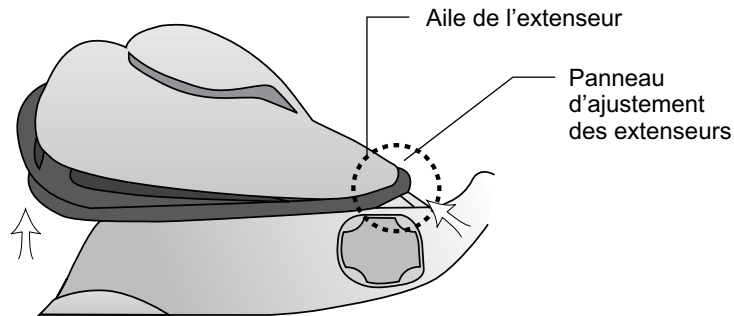

Figure 6-14 : Placement du panneau d'ajustement des extenseurs
2. Avec l'aile de l'orthèse en position ouverte, alignez l'extrémité étroite du panneau d'ajustement des extenseurs avec l'extrémité étroite de l'aile des extenseurs. Reportez-vous à la Figure 6-14. Assurez-vous que la lèvre du panneau d'ajustement reste en dehors de l'aile.